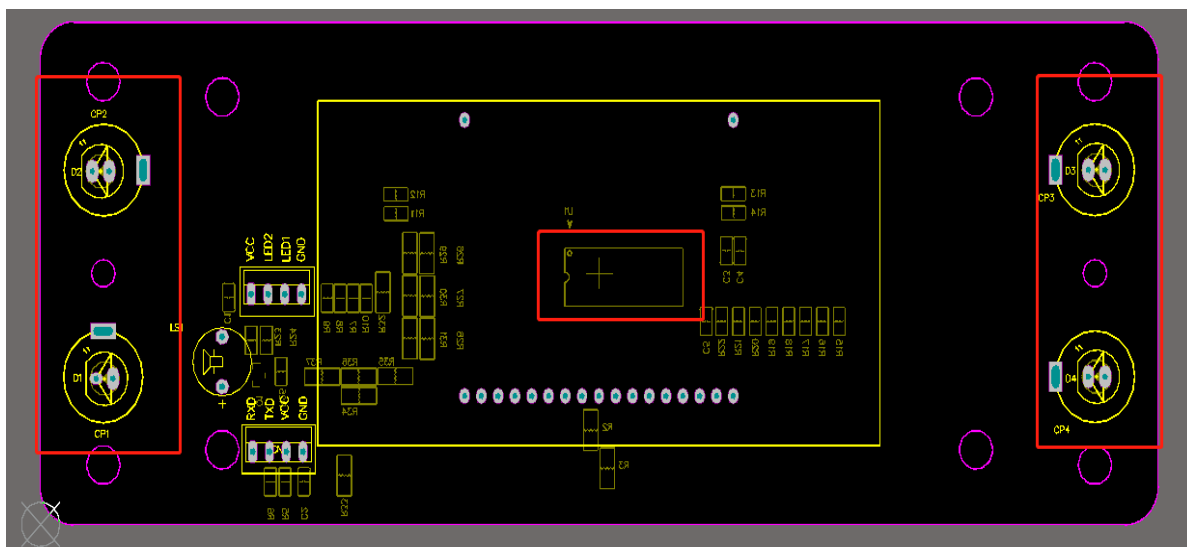

图 8
1) 布局时尽量将触摸 MCU 放置在多个触控按键的中心位置，如下图 8 所示为正确的布局：